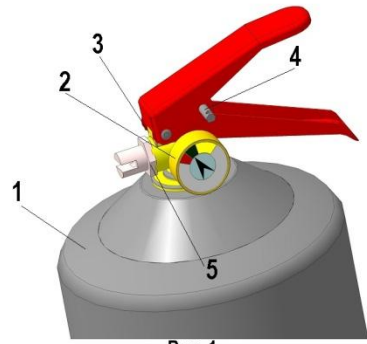
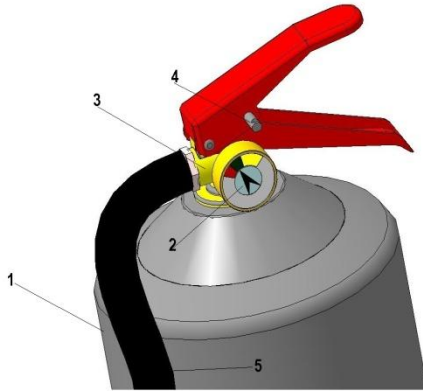

Рис. 1
Рис.2
3.1.Огнетушитель состоит из корпуса 1 наполненного огнетушащим порошком, индикатора давления 2, запорно-пускового устройства (ЗПУ) 3, чеки 4, насадка 5 (рис.1). Огнетушители с массой ОТВ более 3 кг оснащены гибким шлангом (рукав)(рис.2).
- расположить огнетушитель вертикально, насадком 5 (рис.1) в направлении очага пожара. В моделях огнетушителя оснащённых рукавом, удерживая рукав 5 (рис.2), направить его на очаг пожара;